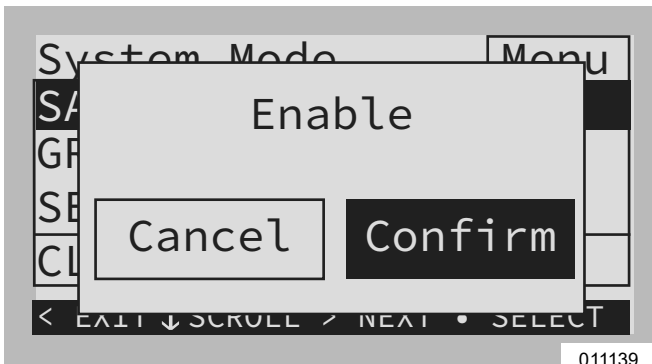

Figura 6-5. Selección de modos de sistema (3 de 4)
5. Consulte la Figura 6-5. Presione la flecha hacia la derecha y el botón central para seleccionar Confirmar.